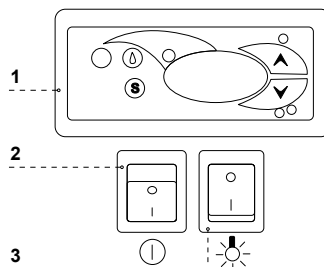

Rys.4 Zespół półki regału
2. Na hakach umieścić półki Rys.4 (str.4)